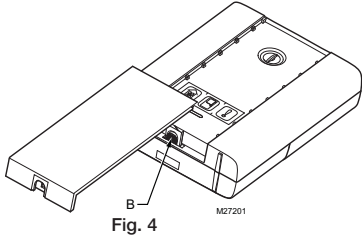

Fig. 4
Libere el enganche (B) y deslice la ventanilla para abrirla (Fig. 4).